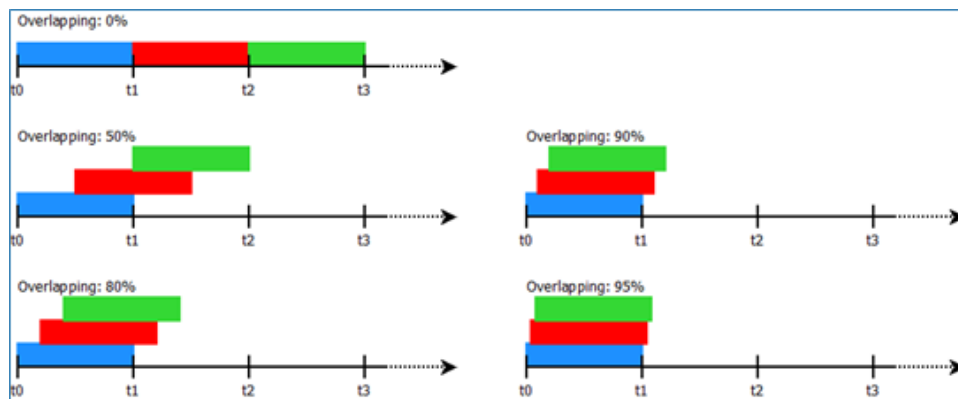

Abb. 7.85: Überlappungsmechanismus für die statistischen Berechnungen
- Überlappung – Legen Sie die Fensterüberlappung fest; siehe Abb. 7.85.